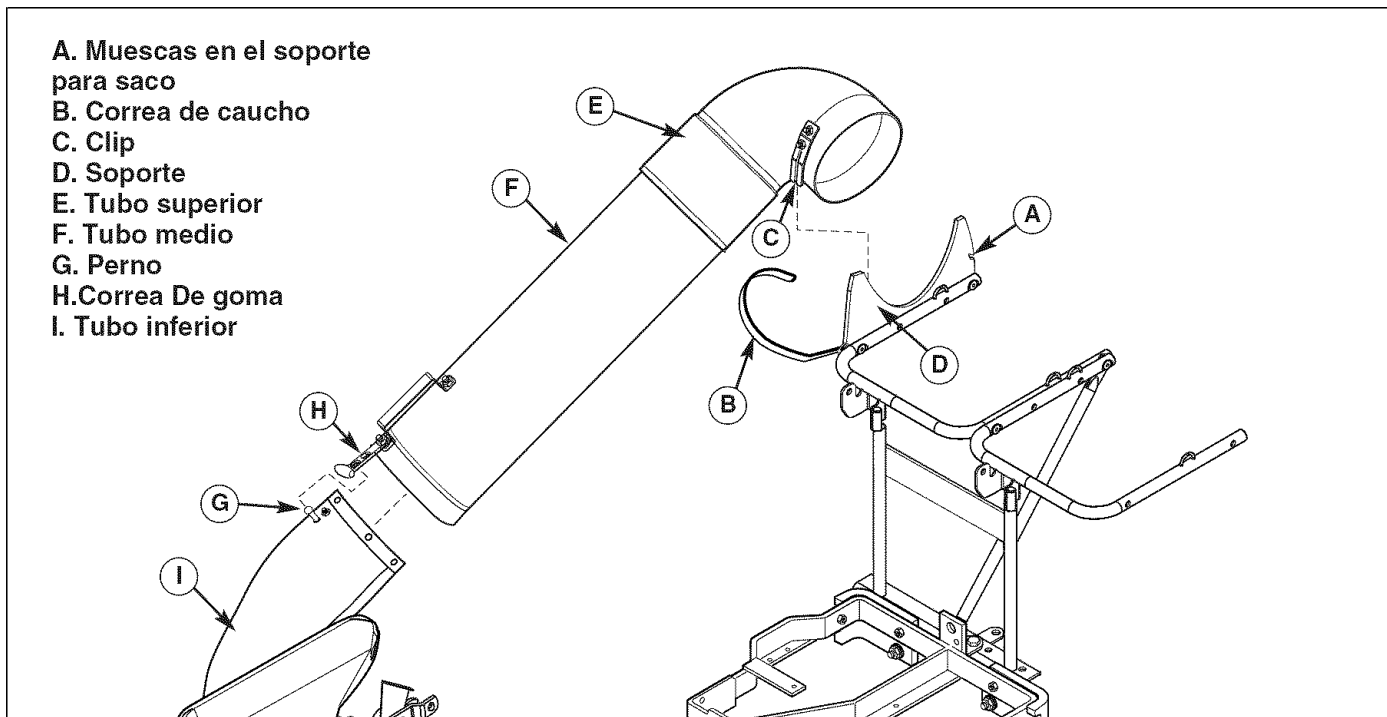

Figura 9. Instalación de nsamble del Tubo Superior
1. Tubo medio determinado (F, Figura 9 y 10) y tubo superior (E) en la soporte del bolso (D) de modo que la bracket (C) se recline en el soporte (D). Tire el lazo de la correa (B) goma y asegúrelo en la muesca (a).
2. Resbale el grupo de tubo medio (E, figura 9) sobre un tubo más bajo (F).
3. Resbale un tubo más bajo (F) del excedente medio del tubo (I). Tire de la correa de goma (H) y coloque el perno del excedente del agujero totalmente (G).